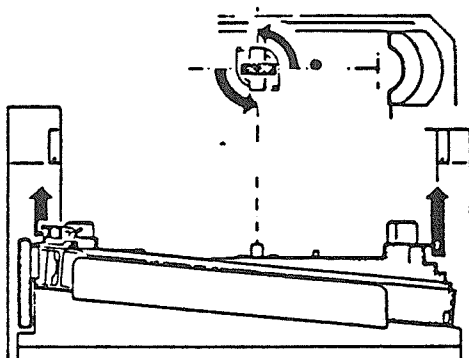

FIG. 7
- .. Deverrouiller l'ensemble cassette en tournant le verrou orange en sens inverse des aiguilles d'une montre et ce, de 90° (fig.7).